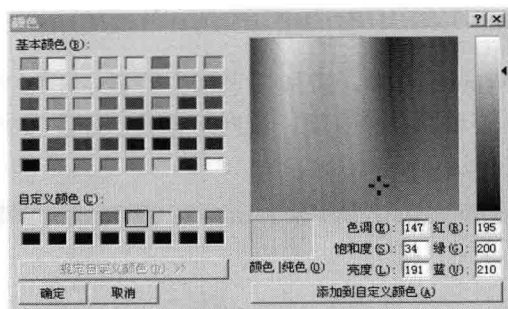

图 1-28 【颜色】对话框
- (3) 系统弹出如图 1-28 所示的【颜色】对话框，选择需要设置的颜色，单击【确定】按钮，为视区背景设置选中的颜色。
- (4) 单击【确定】按钮，完成背景颜色的设置。